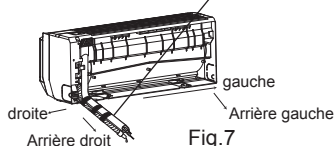

Fig.7
2. Sortez la tuyauterie de cas de corps, enrouler le fil électrique de la tuyauterie, des tuyaux d'eau avec du ruban adhésif et les tirer à travers le trou de la tuyauterie (tant que le montre la figure 7)